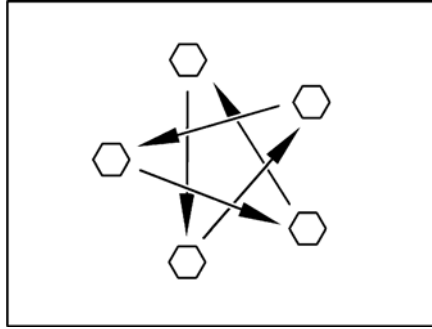

Fig. 370 Apretar las tuercas o los tornillos de las ruedas en forma de cruz
- Comprobar periódicamente que las tuercas o tornillos de las ruedas estén firmemente apretados. Reajustar en forma de cruz (Fig. 370) las tuercas o tornillos después de cambiar una rueda, al cabo de 50 km.
- ▷ Apretar en forma de cruz las tuercas o los tornillos de las ruedas (Fig. 370).